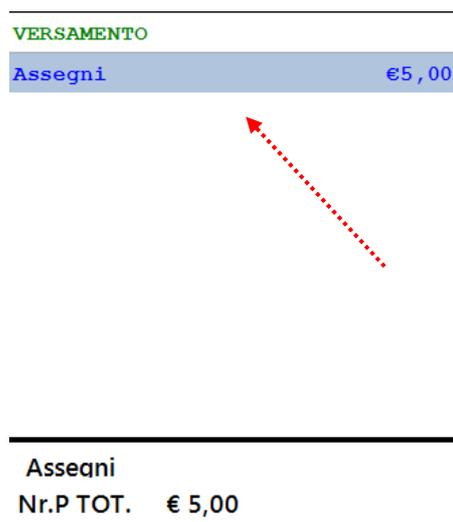

Figura 125: Versamento (scelta del Tender)
3. Scegliere dalla tastiera programmabile il tipo di pagamento con cui effettuare l'operazione. La corretta esecuzione della sequenza verrà indicata dalla comparsa della linea di pagamento sul *Display Articoli* (Figura 125).